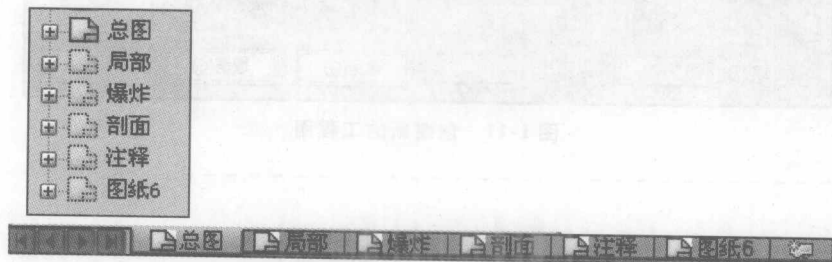

图 1-8 默认图纸顺序
2. **默认图纸顺序** 工程图图纸是按创建的先后顺序排序的。它们的名字出现在 FeatureManager 里，并且显示于图形窗口的底部，排列成类似 Excel 的工作表风格，如图 1-8 所示。要激活一张图纸，只需